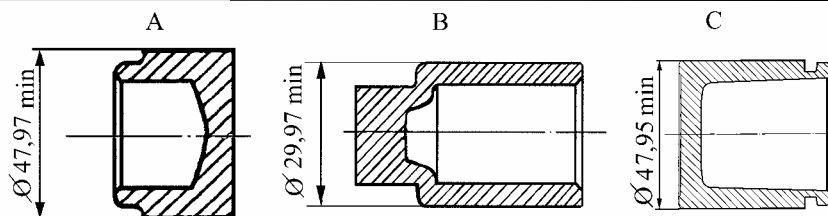

Рис.8 Поршни переднего тормоза:
- 47,95 мм для 2108-3501055, рис.8 (микрометр МК 50-1).